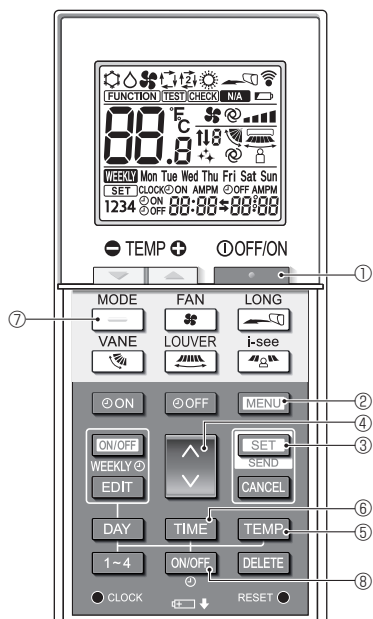
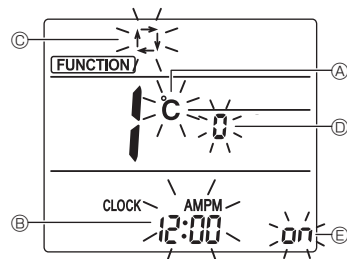
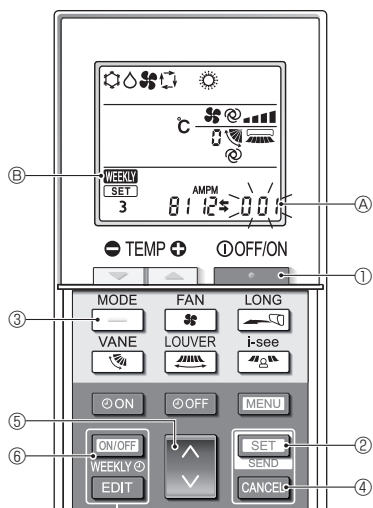

Fig. 4-10
Fig. 4-11
Fig. 4-12
- Pulse el botón **TEMP** ① para detener el acondicionador de aire.
- Pulse el botón **MENU** ②.
- Se mostrará la pantalla de configuración de funciones y parpadeará el n.º de función (A). (Fig. 4-10)
- Compruebe que se muestra la función N.º "1", y luego pulse el botón **SET** ③.
- Se visualizará la pantalla de configuración de la visualización de Pantalla. (Fig. 4-11)
- Pulse el botón **UP** ④ para cambiar el n.º de función.
4.13.2. Cambiar la unidad de temperatura (Fig. 4-11 (A))
- Pulse el botón **TEMP** ⑤.
- Cada vez que pulse el botón **TEMP** ⑤, el ajuste cambiará de **°C** a **°F**.
4.13.3. Cambiar la visualización de la hora (Fig. 4-11 (B))
- Pulse el botón **TIME** ⑥.
- Cada vez que pulse el botón **TIME** ⑥, el ajuste cambiará de **12:00** a **24:00**.
4.13.4. Cambiar el modo AUTO (Fig. 4-11 (C))
- Pulse el botón **MODE** ⑦.
- Cada vez que pulse el botón **MODE** ⑦, el ajuste cambiará de **1** a **2**.
4.13.5. Cambiar el N.º de par (Fig. 4-11 (D))
- Pulse el botón **UP** ④.
- Cada vez que pulse el botón **UP** ④, cambia el N.º de par 0-3.
- Pulse el botón **ON/OFF** ⑧.
- Cada vez que pulse el botón **ON/OFF** ⑧, el ajuste cambiará de **on** a **off**.
- Pulse el botón **SET** ③.
- El N.º de función (A) parpadea. (Fig. 4-10)
4.13.8. Cómo desactivar el funcionamiento en modo Auto (Fig. 4-12)
- Si el temporizador semanal está activado, pulse el botón **ON/OFF WEEKLY** ⑥ para desactivarlo. (**WEEKLY** ⑥ desaparece).
- Pulse el botón **SET** ② durante 5 segundos.
- El equipo entra en el modo de ajuste de funciones. (El número de ajuste del modelo de grupo (A) parpadea).
- Completar los ajustes (Fig. 4-12)